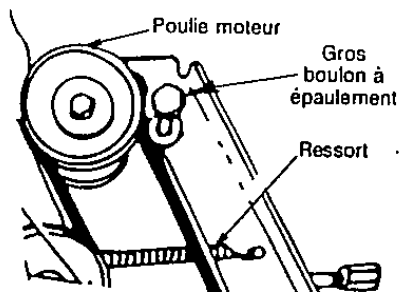

Figure 14
- Utilisez une clé à molette pour enlever le gros boulon à épaulement et la rondelle sur la gauche de la poulie motrice. Voir la figure 14.